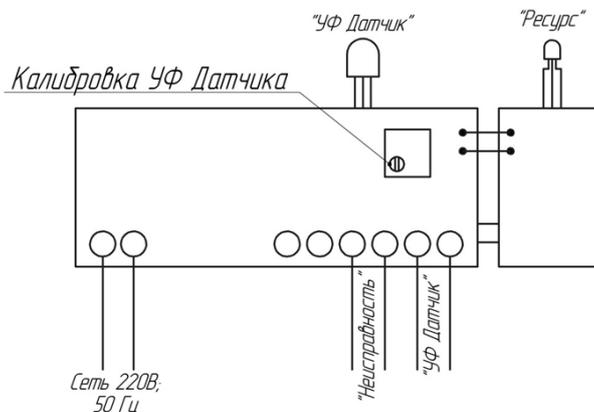

Рис.1 Плата УФ Датчика
4.1. На рис. 1 представлена схема размещения установки. Установка состоит из: блока обеззараживания - 1, пульта управления, промывочного устройства – 2. Исходная вода подается через нижний патрубок, обеззараженная вода выходит через верхний патрубок.
Подключите промывочное устройство -2 (Рис. 1) к клеммам в шкафу управления.
Промывка осуществляется при закрытых задвижках на входном и выходном патрубках с использованием промывочного устройства. Для одной промывки достаточно 600 гр. щавельной кислоты. Промывочный раствор готовится в баке промывочного устройства, после чего посредством насоса обеспечивается циркуляция промывочного раствора через камеру обеззараживания. Время промывки – 2 часа. Промывочный раствор сливается в дренаж со сбросом стоков в сеть канализации. При промывке краны (7, 8) открыты, при работе установки – перекрыты (рис.1).